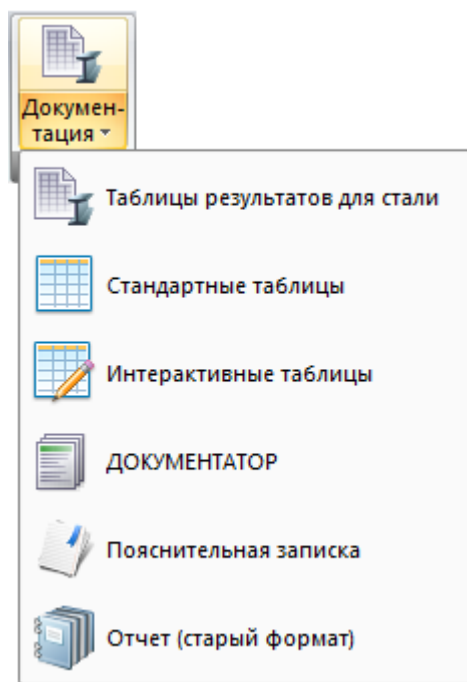

Рис.143. Раскрывающийся список **Документация**
**Документация** (рис.143) – раскрывающийся список с заменой, который содержит операции для формирования документации по текущей задаче, таблиц по результатам статического/динамического расчета, создание и компоновка чертежей с различными зафиксированными вариантами расчетной схемы и результатов расчета, формирование отчета или пояснительной записки.